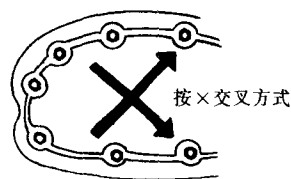

图 1-7 螺钉、螺母的紧固方法
(12) 紧固螺钉、螺母时要用扭力扳手, 按照规定的力矩拧紧。先大后小, 先后后外, 按对角线方向交叉分步拧紧, 如图 1-7 所示。